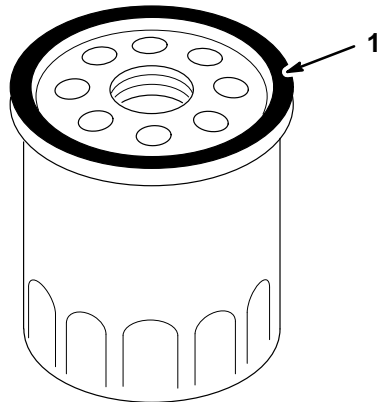

Abbildung 18
5. Mit dem Finger die Dichtung am neuen Filter mit Öl einschmieren (Abb. 18).